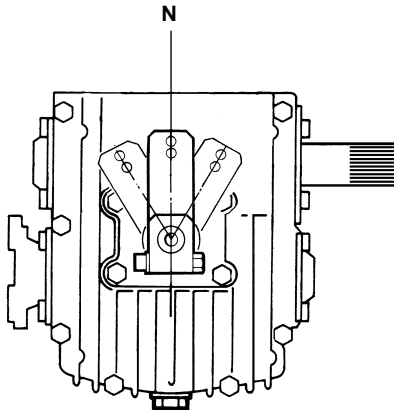

Fig. 2
WARNING. When the engine runs idle, but the propeller shaft should not be driven (such as when charging the battery with the generator), the shifting lever (Fig. 2) must be held in the neutral position (N) to prevent the boat from moving.
PERICOLO. Quando il motore gira al minimo e si desidera che l'elica non giri (per esempio se si deve caricare la batteria con la barca ferma), la leva di comando deve trovarsi in posizione neutrale N (vedere fig. 2).
DANGER. Quand le moteur tourne à vide, tandis que l'arbre d'hélice est arrêté (par exemple quand les batteries se chargent avec l'alternateur), le levier de commande (fig. 2) doit être en position neutre (N), pour que le bateau ne se déplace pas.
Cuando el motor gira al ralentí y se desea que la hélice no gire (por ejemplo, al cargar la batería con la embarcación parada), la palanca de accionamiento debe encontrarse en posición neutral N (ver Fig. 2).
WARNUNG. Wenn der Motor im Leerlauf läuft und die Propellerwelle aber nicht angetrieben werden soll (z.B. beim Aufladen der Batterie durch den Generator), muß der Schalthebel (Bild 2) in der neutralen Position (N) gehalten werden, da das Boot sich sonst bewegt.